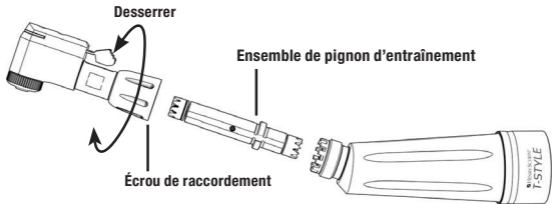

Fig. 3
Montage des têtes de l'angle (Fig. 3)
3. Tournez à la main l'écrou d'accouplement dans la direction indiquée à la Fig. 3 jusqu'à ce que vous sentiez qu'il soit serré.
Retrait des têtes de l'angle (Fig. 3)
2. Tournez à la main l'écrou d'accouplement dans la direction indiquée à la Fig. 3 pour libérer la tête.